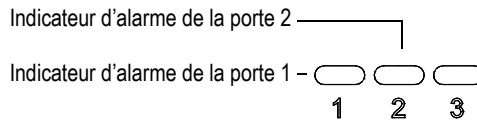

Figure 3-12 Indicateur d'alarme de la porte 1 et de la porte 2
- L'un des deux témoins d'alarme (DEL) s'allume sur le panneau avant de l'appareil (voir la Figure 3-12 à la page 74).